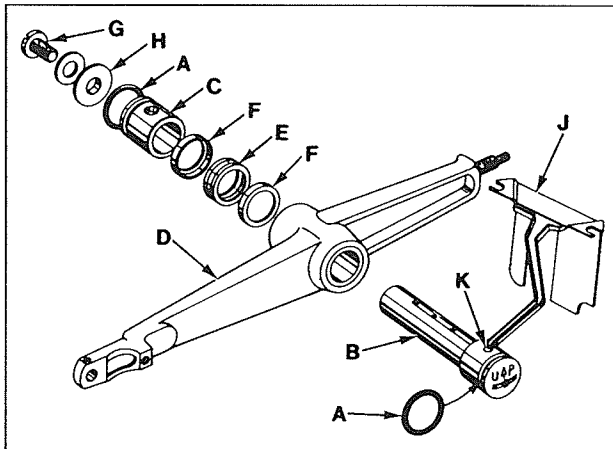

Fig 16
1. Coloque las empaquetaduras ( "O" rings A, Fig. 16) en el eje (B) de la palanca y el collar (C).
2. Con la palanca de la aguja (D) puesta en la máquina en la posición correcta; introduzca el eje (B) atravesando del centro de la palanca hasta que las partes mas gruesas hagan contacto con la palanca y la palabra "up" aparezca en la posición correcta. Después de verificar que la conexión con la barra de la aguja se mueva libremente, asegure el eje (B) con el tornillo de fijación en el tope de la máquina.
3. Coloque el anillo amortiguador (E) con los anillos (F) en el eje y llévelos a través del hueco en la máquina.
4. Monte con cuidado el anillo de empuje (C) en el eje (B) para no dañar la empaquetadura ("O" ring). Presione los componentes apretando el tornillo (G) hasta que la arandela (H) toque el eje (B). Asegure el eje (B) con el tornillo de fijación trasero en el tope de la máquina.